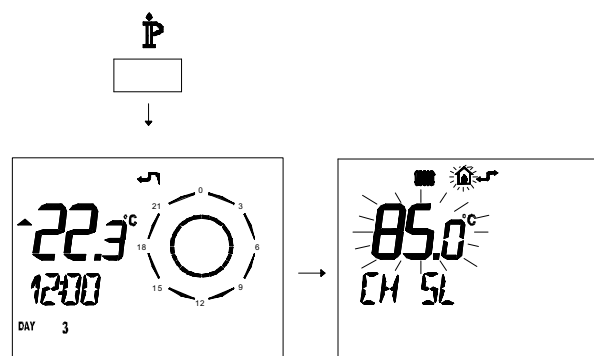

Figura 5.36
- Premere per più di 3 secondi il pulsante IP per entrare in modalità **INFO** (Figura 5.36).